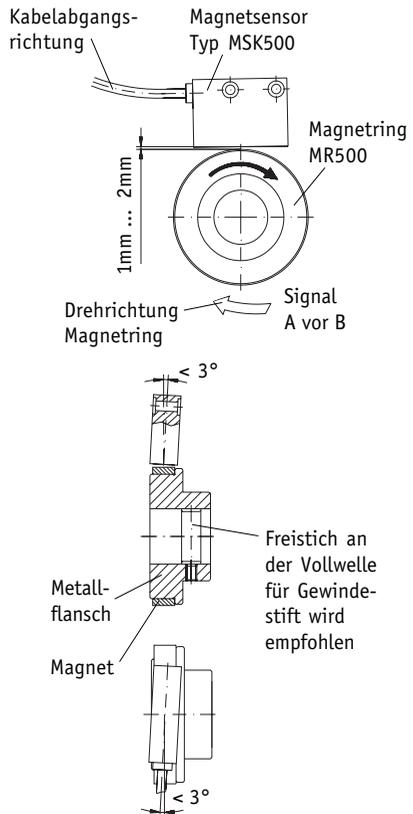

Abb. 6: Definition der Zählrichtung mit Magnetring MR500 und Sensor MSK500 und Montage Sensor / Magnetring, Abstandsmaße, Toleranzen
- Ein Wellenfreistich entsprechend Abb.6 wird empfohlen.
- **Auf richtige Ausrichtung bezüglich der Zählrichtung achten** (Abb.6 und 7). Dies ist unerheblich falls sich die Zählrichtung in der elektronischen Auswertung umkehren lässt. (wie z.B. bei den Magnetbandanzeigen von SIKO)